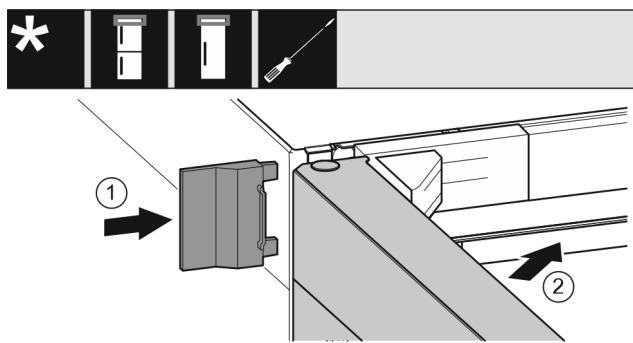

Fig. 21
- Надвиньте внешнюю крышку. Fig. 21 (1)
- Закройте верхнюю дверь. Fig. 21 (2)